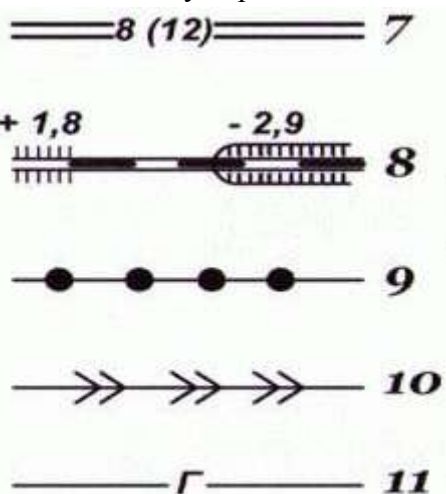

Рис. 64. Линейные условные знаки
2. Линейными условными знаками (рис. 64) показывают объекты линейного характера (дороги, реки, линии связи, электропередачи), длина которых выражается в данном масштабе. На условных изображениях приводятся различные характеристики объектов; например, на шоссе 7 (м) показаны: ширина проезжей части – 8 и всей дороги – 12; на однопутной железной дороге 8: +1,800 – высота насыпи, — 2,900 – глубина выемки.